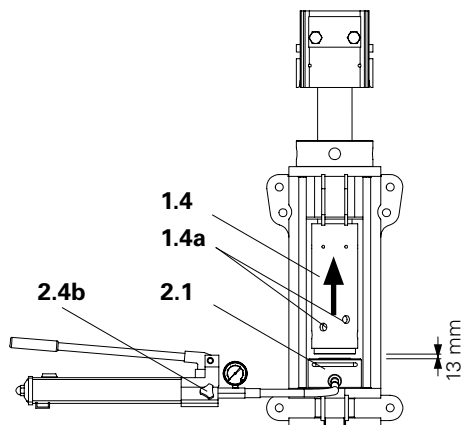

Fig. 24
3. Spingere l'alloggiamento dell'albero (1.4) con l'albero di montaggio VST (1.5) di 13 mm sopra la parte superiore del cilindro idraulico. (Fig. 24)